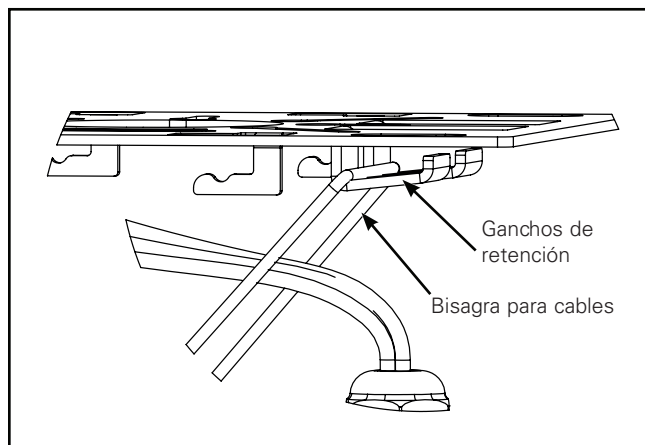

Figura 4.
5. Cuelgue la luminaria de la placa de montaje rápido por la bisagra con alambre (Figura 4).